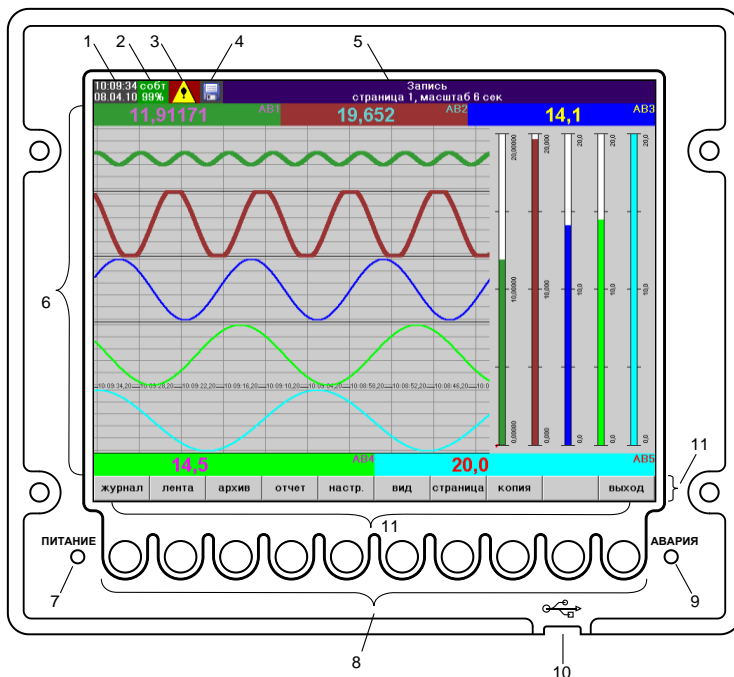

Рисунок 2.1 Интерфейс регистратора в режиме измерения
Регистратор имеет 10 сенсорных клавиш со светодиодной индикацией, расположенных в нижней части лицевой панели (см. рис. 2.1). Функции клавиш определяются
- Текущее время и дата (см. рис. 2.1, поз. 1).
- Индикатор состояния памяти журнала событий (см. рис. 2.1, поз. 2). На индикаторе отображается количество свободной памяти для неподтвержденных событий в процентах от максимального размера журнала событий (750). Для того, чтобы освободить память, нужно войти в режим просмотра журнала событий и нажать клавишу **«Подтвердить все»**. В зависимости от уровня заполнения журнала индикатор имеет следующий цвет:
- Индикатор состояния аварийной сигнализации (см. рис. 2.1, поз. 3). Индикатор имеет следующие состояния:
- Индикатор текущего режима работы регистратора (см. рис. 2.1, поз. 5). На данном индикаторе выводится название текущего режима и другая дополнительная информация.
- Рабочее поле (см. рис. 2.1, поз. 6). В зависимости от режима работы регистратора на данном участке экрана отображается информация о текущих или архивных измерениях и настройках регистратора.
- Функциональное обозначение клавиш регистратора (см. рис. 2.1, поз. 11).
- Разъем для подключения USB-Flash карты (см. рис. 2.1, поз. 10). В случае если в разъем вставлена USB-Flash карта, то на экране регистратора (см. рис. 2.1, поз. 4) отображается пиктограмма в виде дискеты.
Для увеличения глубины архива измерений предусмотрена функция «Запись по событию». Для активации данной функции следует в меню «Общие настройки» установить параметр «Запись данных» значение «По событию». После этого регистратор переходит в режим ожидания события. В этом режиме производится измерение сигналов, однако не производится запись их значений во внутреннюю память. При этом на индикатор текущего режима работы регистратора (см. рис. 2.1, поз. 4) выводится сообщение «Измерение (ожидание события)». Также следует установить действие «Запись» для какой либо уставки (действие можно установить для аналоговых, дискретных или частотно-импульсных входов, сумматоров, расписания). Следует отметить, что поскольку запись данных в этом режиме не ведется, то просмотреть архивные данные за этот период невозможно.